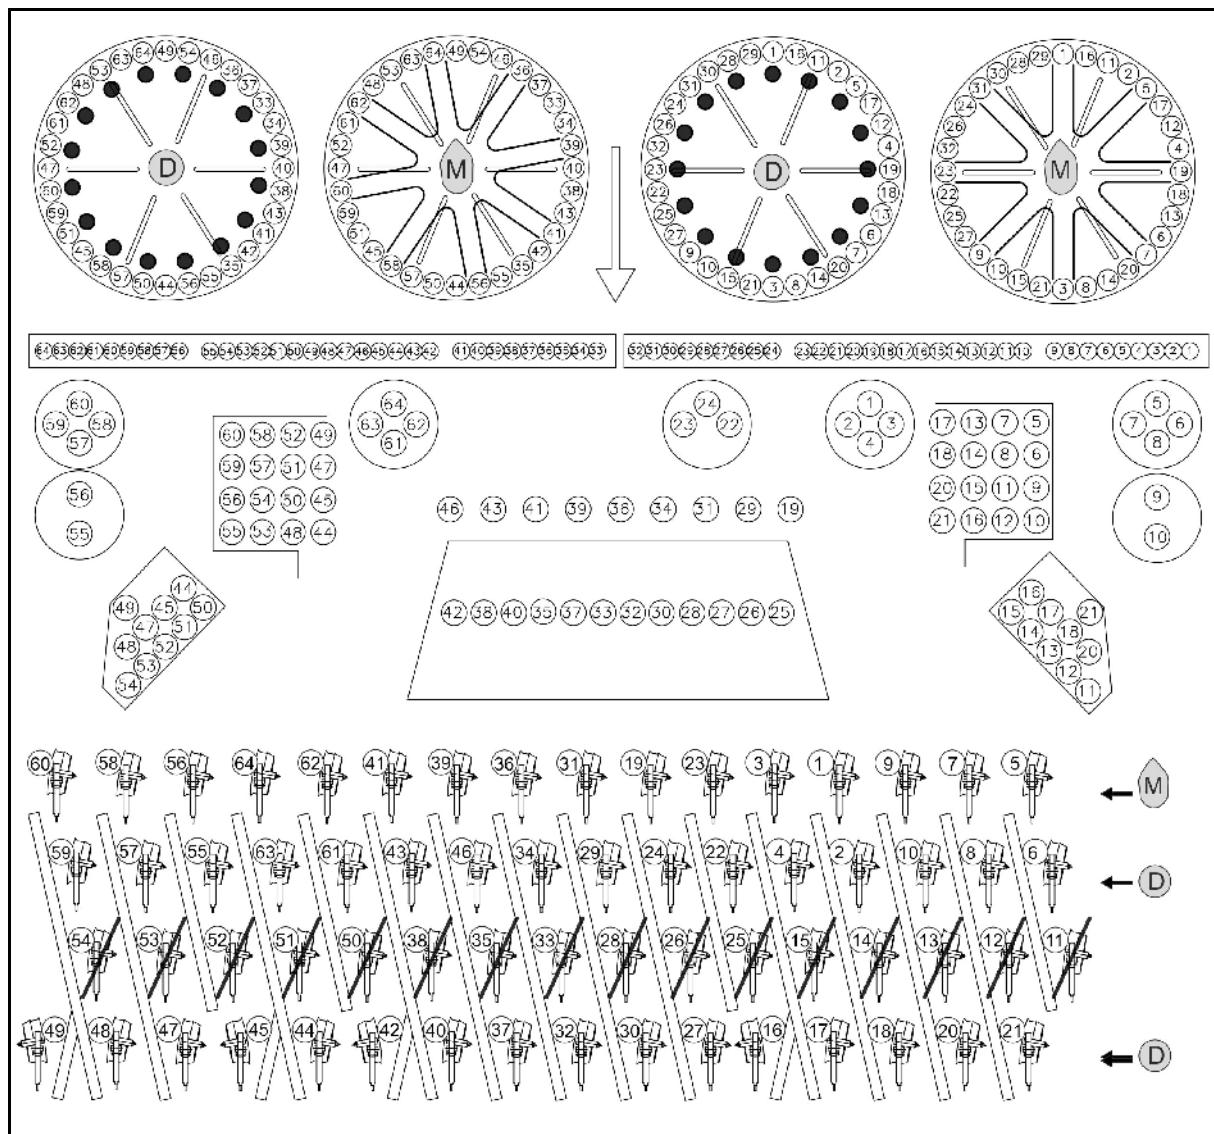

Рис. 35
- Кукуруза : установите заслонки согласно Рис. 35 montieren.
- Удобрения : установите заглушки согласно Рис. 35.